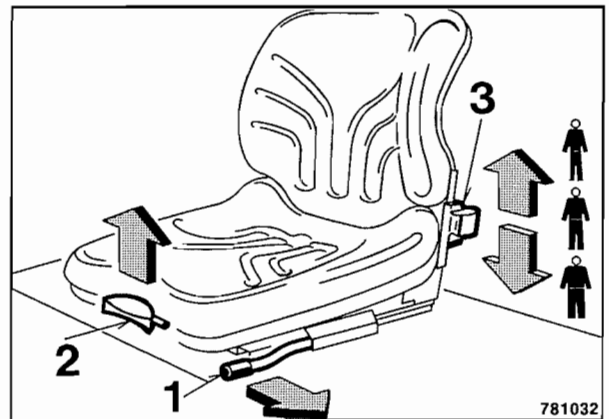

Fig. 66
- Sacar la palanca 1 (Fig. 66) y ajustar el asiento en sentido longitudinal.
- Tirar la palanca (2) hacia arriba y ajustar el respaldo.
- Con la palanca (3) se ajusta el asiento al peso del conductor.